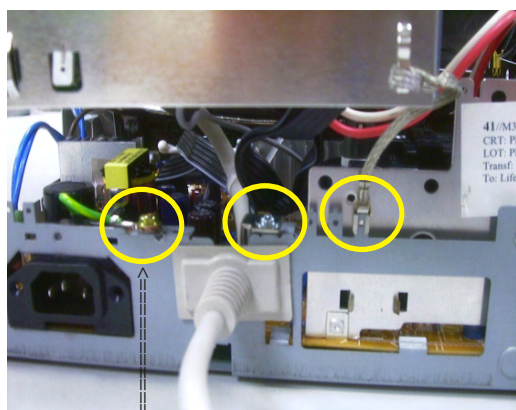

Fig. 7
- Remova o parafuso do cabo I/F do painel principal, o parafuso de aterramento e cabo como mostrado na fig. 7.